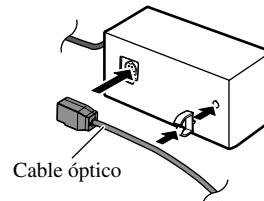

Fig. 8
2. Conecte el cable óptico a la caja de conexión de cable óptico. (Fig. 8)